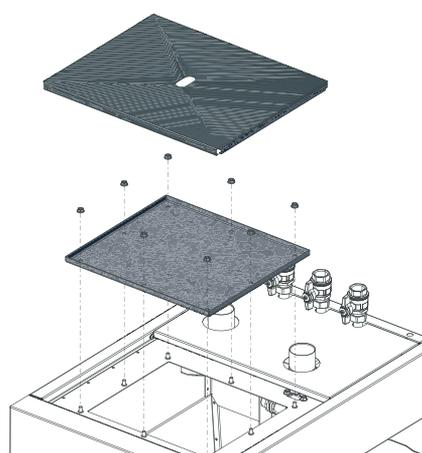

Fig. 74 Retirer le cache avant, enlever les écrous, retirer le couvercle de révision
- ▶ Retirer le couvercle avant du réservoir – Fig. 74.
- ▶ Retirer 8 écrous en haut de la plaque de montage et enlever cette dernière – Fig. 74.
- ▶ Ajouter des pellets dans le compartiment à combustible par l'ouverture de révision avec un petit seau – Fig. 74.